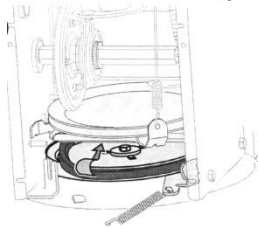

Fig. 18
● Freza este atașată la axul în spirală cu două știfturi de siguranță și un știft spintecat. Dacă freza atinge un obiect străin sau o acumulare de gheață, aruncătorul este proiectat de așa natură ca știfturile să se rotească. Vezi Fig. 18.
5. Strecurați cureaua de direcție printre roata de fricțiune și discul acesteia. Vezi Fig. 18.